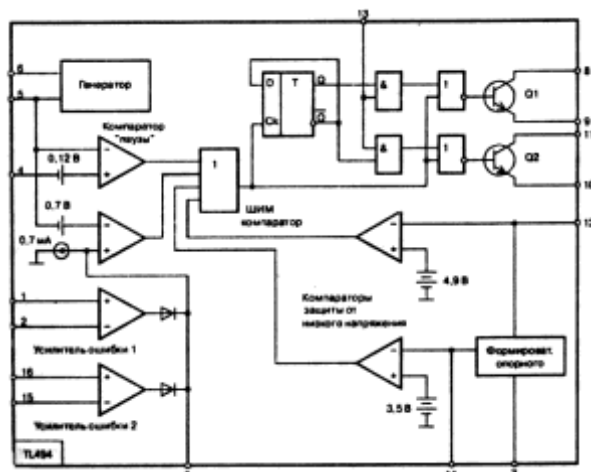

Рисунок 7 - Структурная схема микросхемы TL494
*ШИМ – контроллер.* На вход ключевых транзисторов полумостового преобразователя поступают модулированные по длительности последовательности входных импульсов. Эти сигналы формируются ШИМ-контроллером, выполненном на интегральной микросхеме TL494. Микросхема содержит: два усилителя ошибки, RC-генератор, компаратор «паузы», тактируемый триггер, источник опорного напряжения +5 В, цепи управления выходным каскадом, выходной каскад. Структурная схема микросхемы (рис. 7) аналогична ИМС MB3759 (FUJITSU), KA7500B (SAMSUNG), TL494 (MOTOROLA).